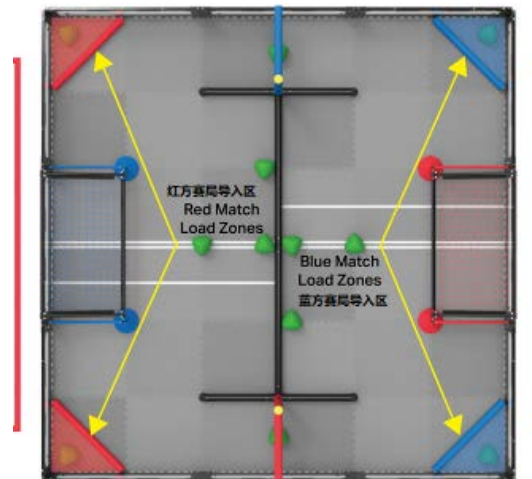

图 23
(1) 将赛队站位区右侧的赛局导入区内的粽球移除。例如在图 23 中，红方赛队需移除左下角赛局导入区内的粽球，蓝方赛队需移除右上角赛局导入区内的粽球。
(2) 在本方赛队的球门内至少有一个赛队粽球得分。
(3) 自动时段结束后，本方机器人接触其本方的提升杆。